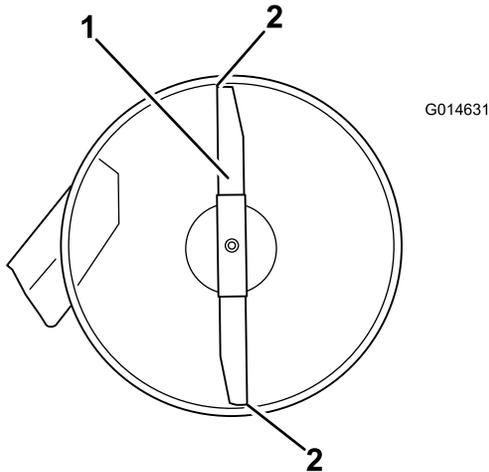
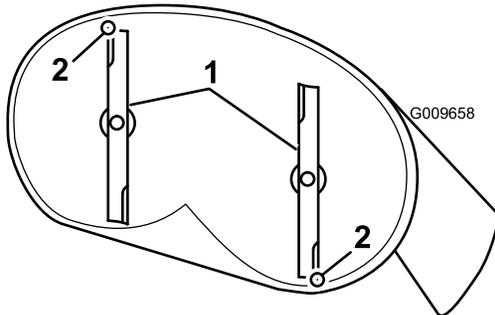

Figura 67
Figura 68
4. Gire cuidadosamente las cuchillas, colocándolas en el sentido de avance de la máquina (Figura 67 y Figura 68).
5. Mida entre la punta de la cuchilla delantera y la superficie plana, y entre la punta de la cuchilla trasera y la superficie plana (Figura 67 y Figura 68).
9. Después de realizar el ajuste, compruebe de nuevo la inclinación longitudinal, y siga ajustando la tuerca hasta que la punta de la cuchilla delantera esté entre 1,6 y 7,9 mm más baja que la punta de la cuchilla trasera (Figura 67 y Figura 68).